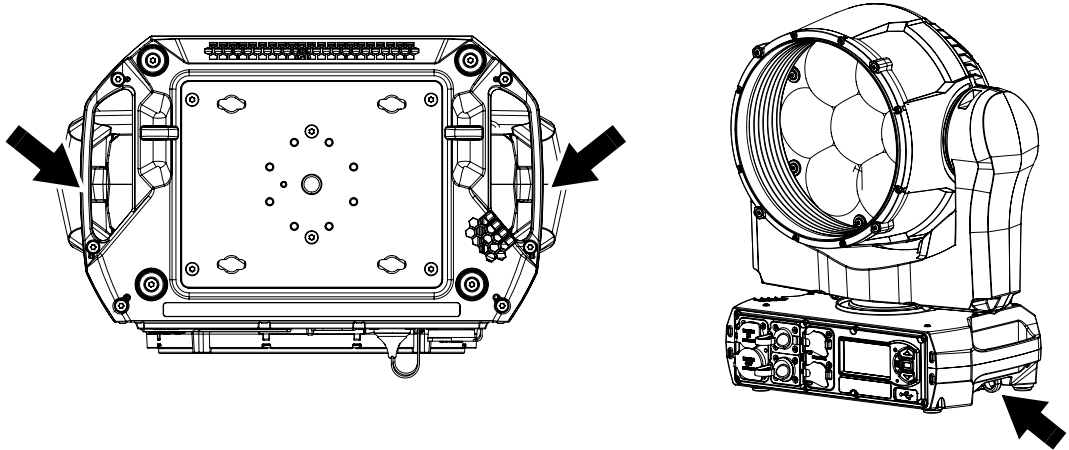

Figure 15: Points de fixation de l'élingue de sécurité
1. Voir Figure 15. Installez une élingue homologuée comme accroche de sécurité pour le poids de l'appareil en la faisant passer par l'un des deux points d'ancrage (voir ci-dessous) sous la base et autour d'un point d'ancrage sécurisé afin que l'élingue retienne l'appareil si une fixation principale cède. Tendez l'élingue autant que possible (en l'enroulant plusieurs fois autour du tube du pont, par exemple). N'utilisez pas les poignées pour fixer l'élingue de sécurité à l'appareil - utilisez uniquement les points dédiés.